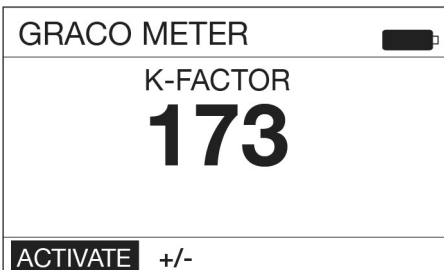

FIG. 26
6. Aparecerá la pantalla del factor K que se muestra en la FIG. 26.